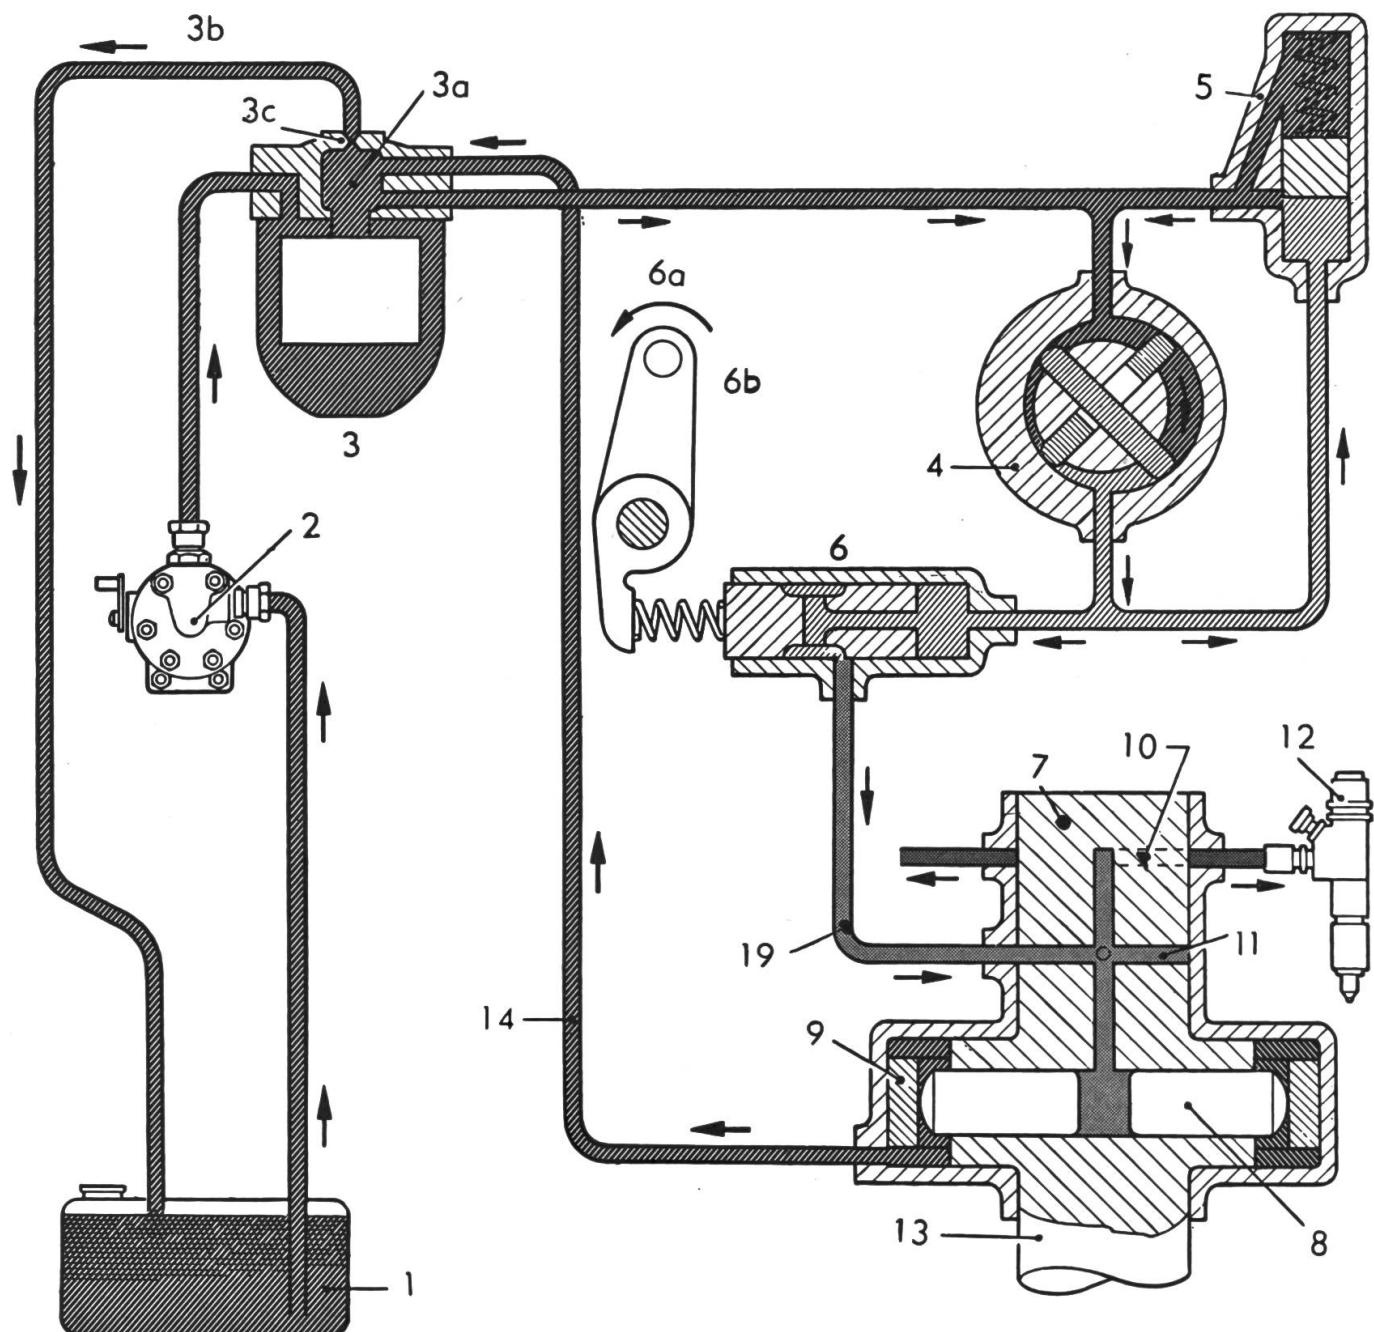

Abb. 2: Wirkungsweise der neuen Einspritzpumpe
Sehen wir uns dazu die Abbildung 2 an. Aus dem Treibstoffbehälter (1) wird der Treibstoff durch eine Förderpumpe (2) zum Hauptfilter (3) gedrückt, von wo er zur Exzenterpumpe (4) und gleichzeitig zum Druckregulierventil (5) weitergelangt. Die Exzenterpumpe vermittelt dem Treibstoff einen Zwischendruck, der höher liegt als derjenige der Förderpumpe. Ein Ansteigen der Drehzahl des Motors bewirkt gleichzeitig und automatisch eine höhere Drehzahl der Exzenterpumpe und einen Druckanstieg des geförderten Treibstoffes. Ein Druckanstieg in der Zwischenleitung verschiebt den Kolben des Mengenregulierventils (6) und verschließt den übermäßig hohen Treibstoffzufuhr teilweise den Zulauf zur Rotationseinspritzpumpe, wobei in diesem Fall der Treibstoff zum Druckregulierventil (5) und zum Filter (3) zurückfließt. Dadurch wird die Exzenterpumpe entlastet. Der Treibstoff gelangt über eine Bohrung im feststehenden Rotorkörperteil der Exzenterpumpe zum Mengenregulierventil (6). Der kleine Kolben dieses Ventils ist mit einer